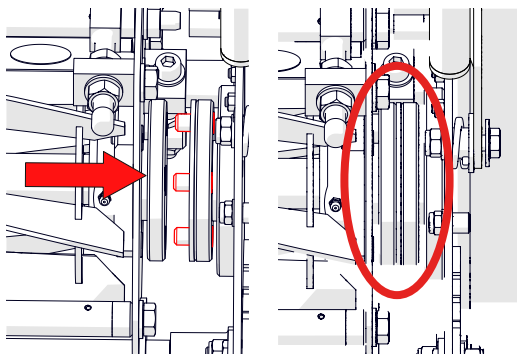

Fig.11E - Abaisser la nouvelle cassette dans son emplacement et la faire glisser pour l'engager sur les trois broches.
7. Glissez la cassette du côté gauche de la machine jusqu'à ce qu'elle soit entièrement engagée sur les trois broches de l'accouplement de l'entraînement (Fig.11E). Vous devrez peut-être faire pivoter légèrement le cylindre à la main pour l'aligner sur les broches. ⚠